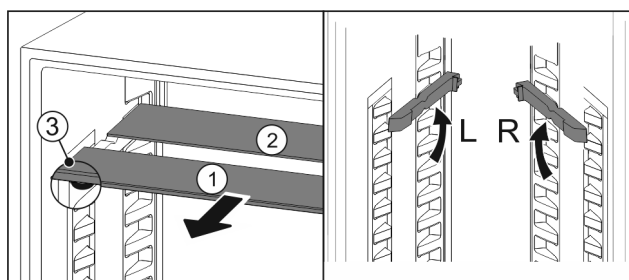

Fig. 110
- ▶ Steklene plošče posamično izvlecite Fig. 110 (1) naprej.
- ▷ Steklена plošča Fig. 110 (1) z okrasno letvijo je spredaj.
- ▷ Zaustavljalniki Fig. 110 (3) so obrnjeni navzdol.